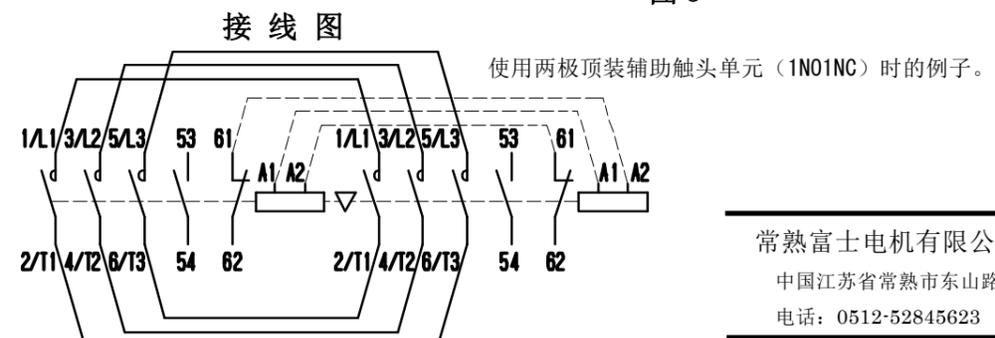

图4
(1) 接线完成后，分别按下正向、反向接触器的可动部分（触头支持）并松开，确认其能顺利动作。
(2) 为防止正向、反向接触器同时吸合，在控制回路中应有电气联锁。（图4）
(3) 在快速切换的场合，为防止短路事故的发生，应使用延时继电器确保切换时间大于 15ms。